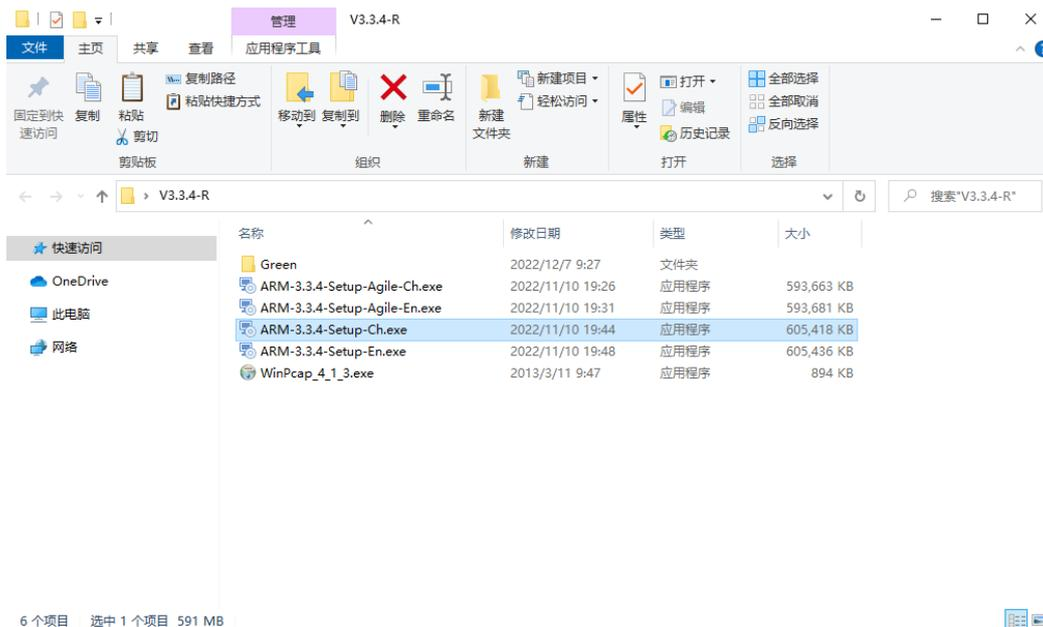

图 6-1 安装包准备
**步骤1** 从 QKM 官网下载或者从销售客服渠道获取一份 ARM 软件安装包，如图 6-1 所示：